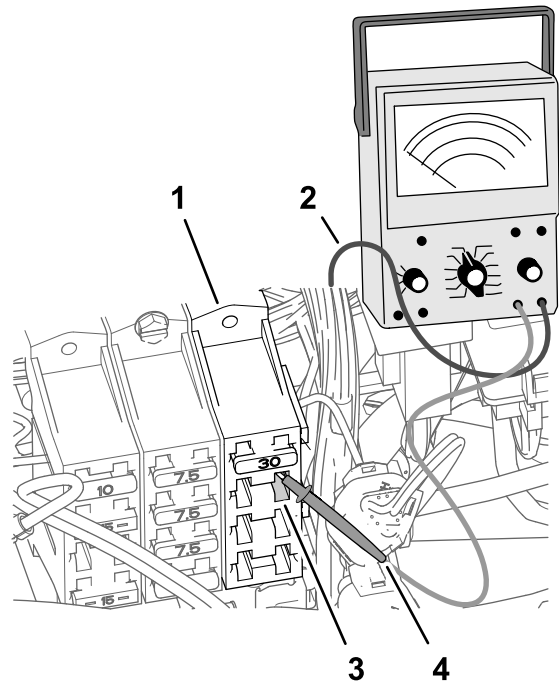

Figure 187
- Sur le porte-fusibles 3 de la machine, insérez la sonde du multimètre dans le contact 4 (colonne droite) de la douille de fusible 2, comme montré à la Figure 187.